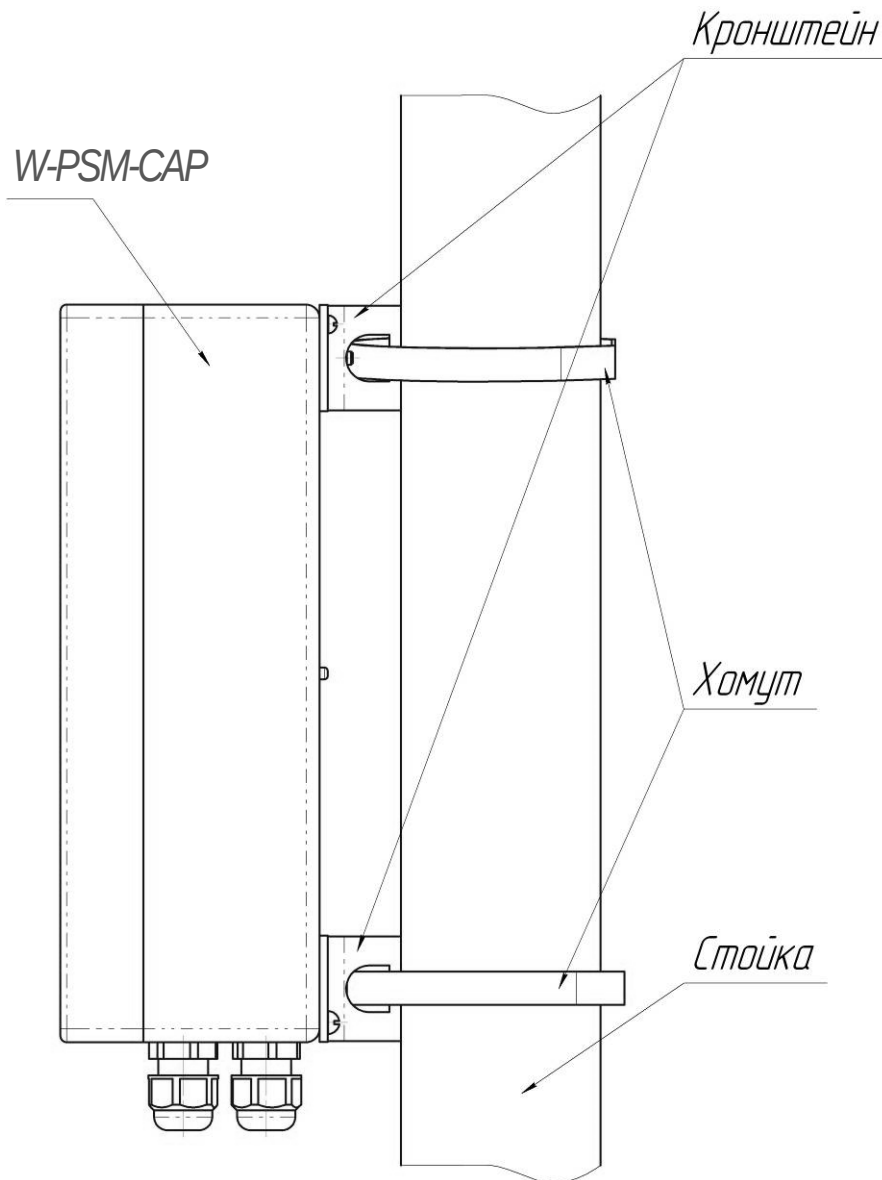

Рисунок 4. Монтаж контроллера на опоре
- Установку контроллера на опоре (стойке) производить в соответствии со схемой (см. Рисунок 4).